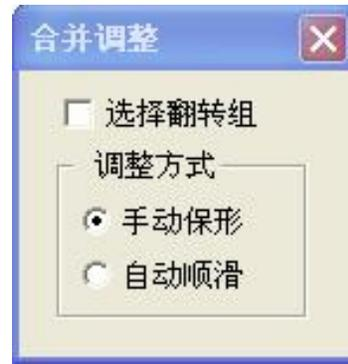

图 5.4
- (2) 如图 5.1，再依次点选或框选与曲线连接的线 1 线 2、线 3 线 4、线 5 线 6，击右键，弹出【合并调整】对话框（如图 5.4）；